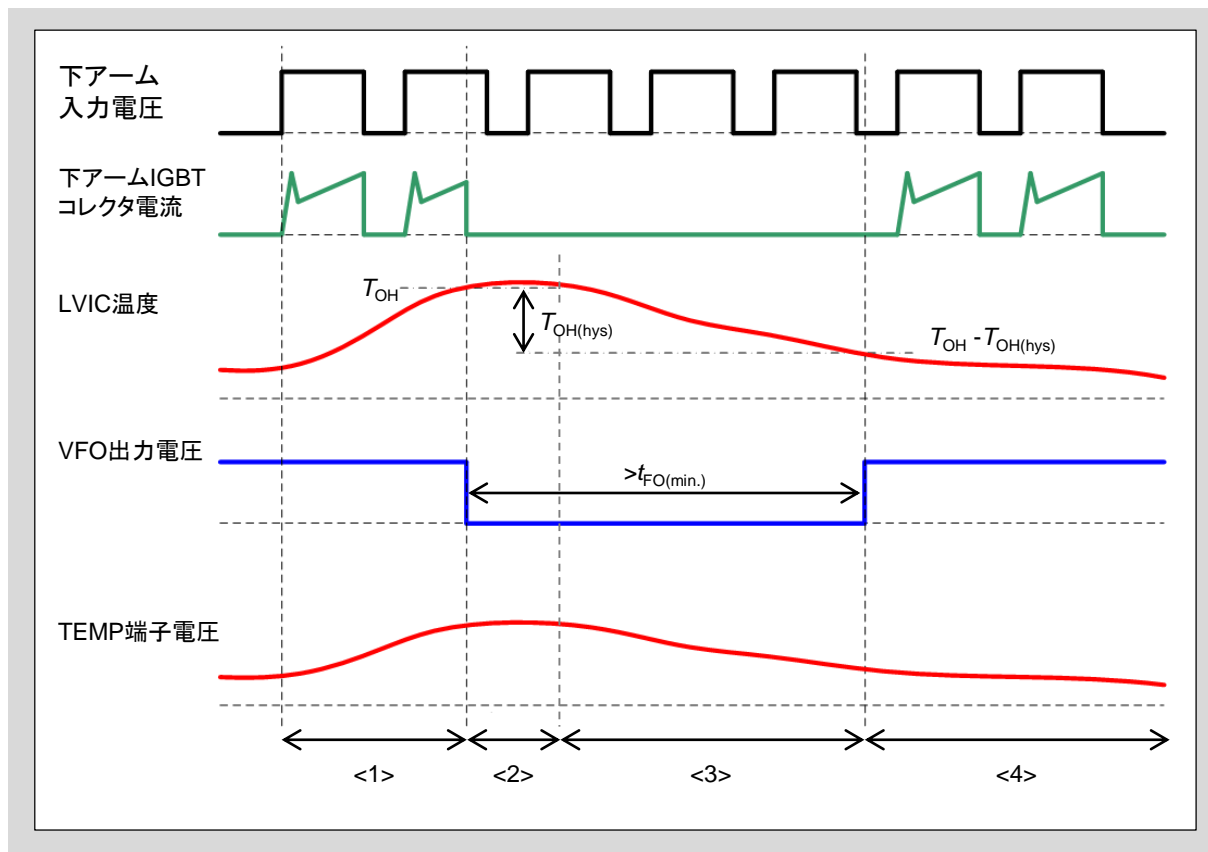

図3-27 過熱保護動作シーケンス
- 図3-27に示すようにLVICのジャンクション温度が T_{OH} を上回った場合、本製品の下アームIGBTは全相シャットダウンします。LVICのジャンクション温度が $T_{OH} - T_{OH(hys)}$ を下回った場合、過熱保護状態はリセットされます。